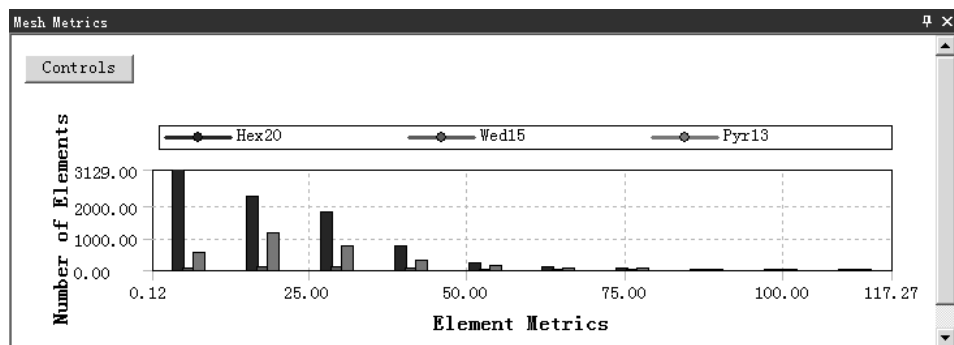

图 5.4.18 检查结果统计图表 (五)
- ◆ 平行偏差 (Parallel Deviation)。通过对边矢量的点积进行计算，并利用其中的余弦值求出最大夹角；其 Parallel Deviation 为 0 最好，表明两对边平行。选择此选项后，在信息栏中打开图 5.4.18 所示的检查结果统计图表 (五)。